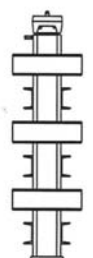

Abb. 2.1.2
- "PBP TS B" (einbetonierte Fundamentanker - Abb. 2.1.2)